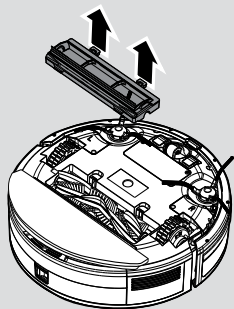

Fig. 17
2. Premere le clips della piastra di supporto e rimuovere il coperchio del rullo. [Fig. 17]